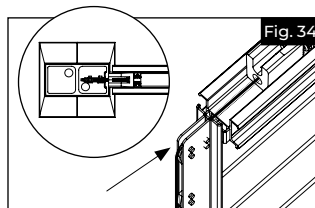

Fig. 34
- b. S'assurer que le câble fait le dernier tour du guide en regardant vers le bas du poteau (Fig. 34). Tirer toute la partie lâche du câble dans le tendeur. Veiller également à ce que le ressort de tension reste en place dans le profilé au niveau du poteau avant de tirer sur le tendeur.